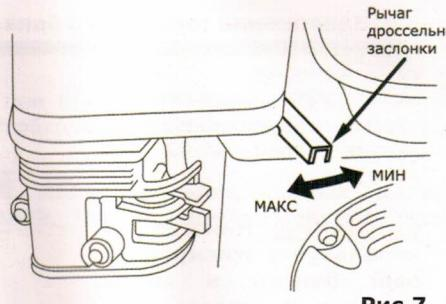

Рис.7
- Установите рычаг дроссельной заслонки на $\frac{1}{2}$ в сторону положения «МАКС» (рис.7).